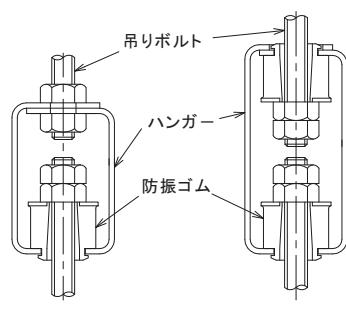

図6 防振ハンガー構造図
- (6) 防振ハンガーを使用する場合は、図6に示すように吊りボルトのナットにはダブルナット方式などで緩み止めを行ってください。